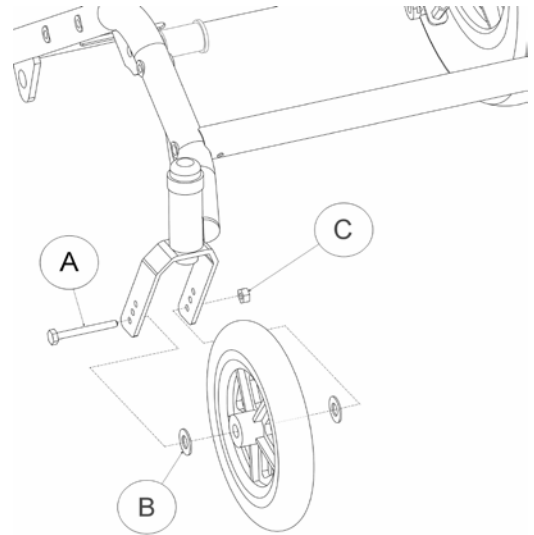

Figure 16 - Installation de la roue avant
2. Insérer la vis **A** à l'intérieur de la première paroi de la fourche (figure 16), selon la position précédemment déterminée;